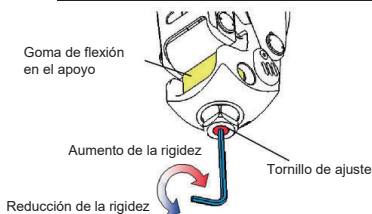

Imagen 9. Cómo ajustar la rigidez de la flexión en el apoyo
- Ajuste el tornillo de ajuste como se muestra en la Imagen 9 con una llave hexagonal de 3 mm.